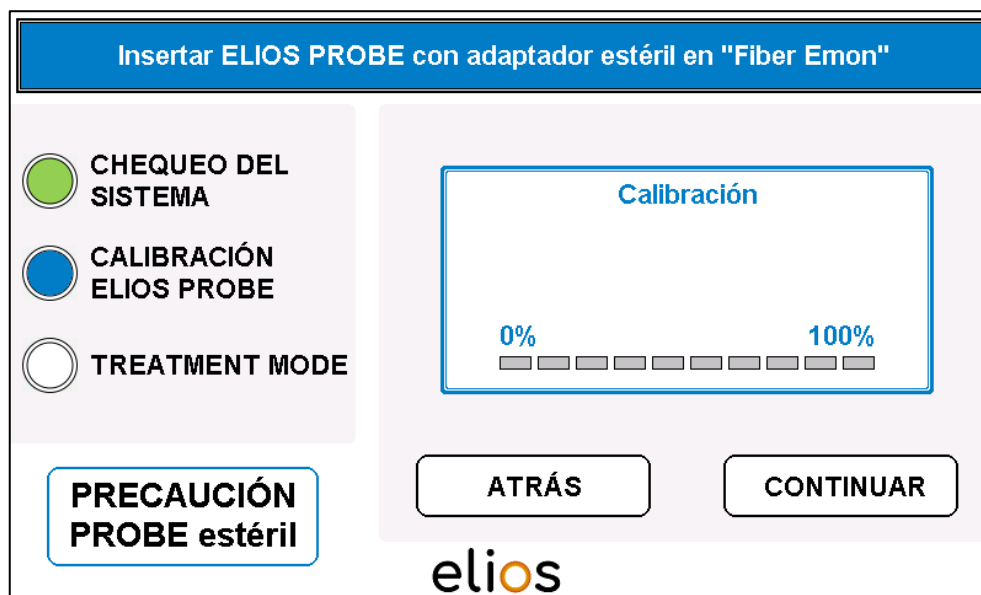

Fig. 4-10: Inserción de la fibra con el adaptador estéril
- La operación debe confirmarse mediante el botón "**CONTINUAR**" (Fig. 4-10).